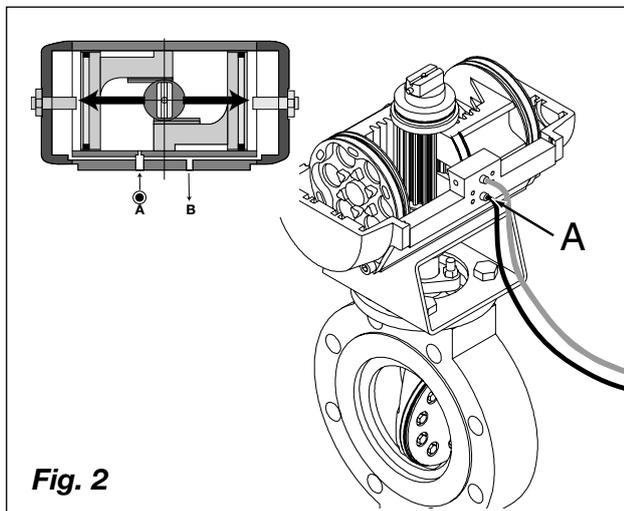

Fig. 2
- être effectué suivant les schémas dans fig. 2 à 5.